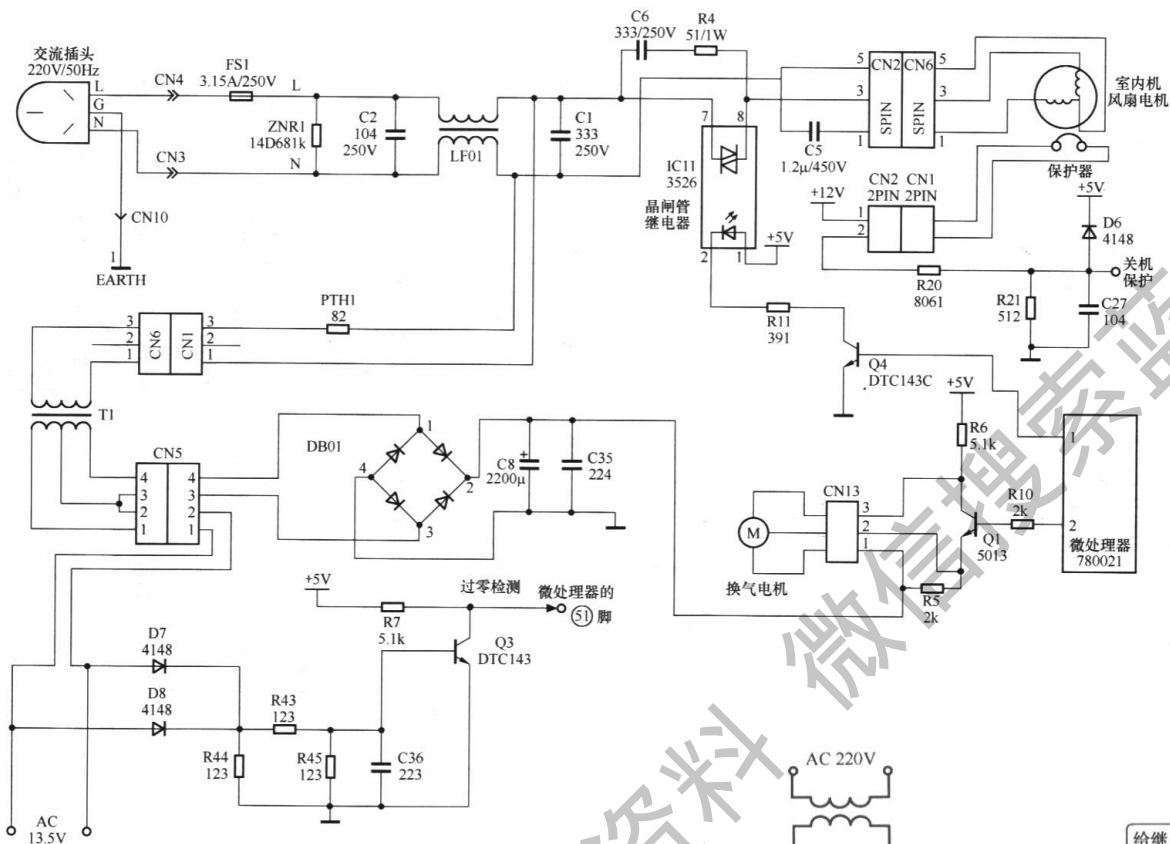

图 8-14 交流供电电路
①调压控制电路：由图8-14可知，调压控制电路是通过调整室内电机的输入电压来调节其转速的，由IC11中的双向晶闸管完成室内电机输入电压的调整。微处理器的1脚发出脉冲信号，经反相器Q4反相后去驱动IC11中的发光二极管。
②同步信号检测电路：用晶闸管调压必须解决同步触发的问题，这样就必须获得同步信号。在图8-14中，同步信号的获取电路由R43、R45、Q3、R7及C36组成。其工作原理是：由电阻R43、R45分压后的正弦交流信号经晶体管Q3检波后，在Q3的集电极上得到周期为10ms的脉冲，然后将其送入微处理器的51脚，作为同步信号。
③转速反馈检测电路：室内电机霍尔传感器输出的脉冲信号送至微处理器的53脚进行计数，以得到电机的转速信号，微处理器根据设定转速与反馈转速的差值来调整晶闸管的触发导通角。
为了让室内保持清新的空气，预防空调器病，该空调器设计了换气功能，与室外进行空气交换。微处理器2脚的信号通过晶体管Q1反相放大后，驱动换气电机工作（参见图8-14）。